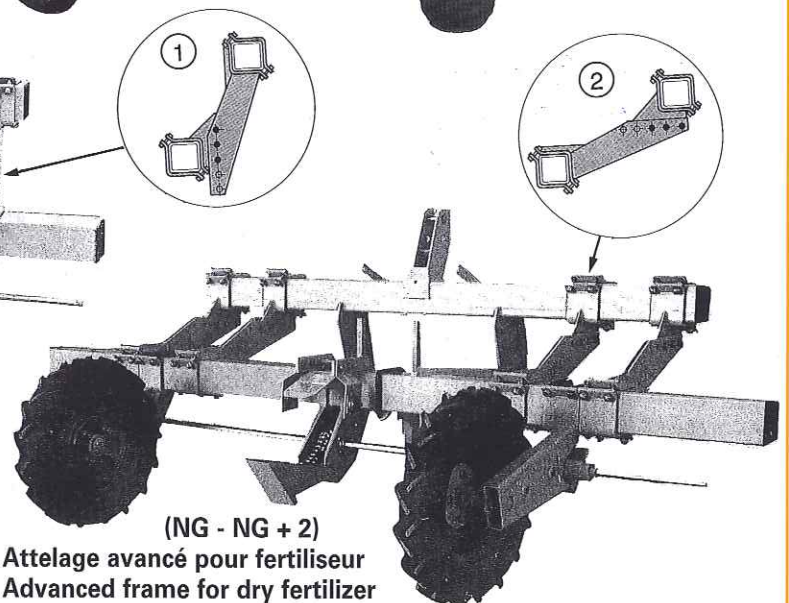

Fig. 6
B — Une position fig. 6 pour utilisation avec fertiliseur.
suivant ② pour châssis fig. 6.
B - Position fig. 6 to be used with fertilizer.
as shown ② for frame fig. 6.
— Como ② para chasis fig. 6.
B - Una posizione fig. 6 per impiego con fertilizzatore.
secondo ② per telai fig. 6